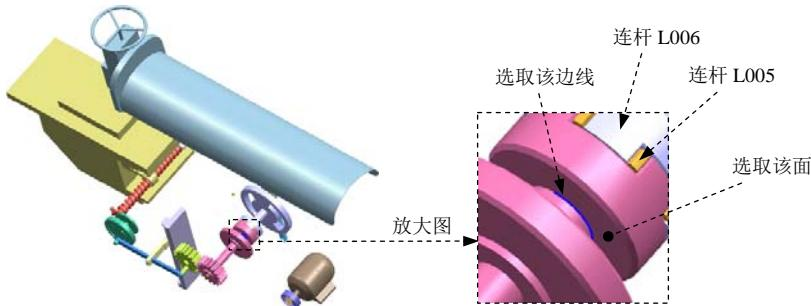

图 10.9.12 定义旋转副（三）和旋转副（四）
(1) 选择连杆。隐藏连杆 L001、连杆 L011，然后选取图 10.9.12 所示的连杆 L005。
(2) 定义原点及矢量。在“运动副”对话框的 **指定原点** 下拉列表中选取“圆弧中心”  选项，在模型中选取图 10.9.12 所示的圆弧为定位原点参照；选取图 10.9.12 所示的面作为矢量参考面。
(3) 单击 **应用** 按钮，完成第三个运动副的添加。
(1) 选择连杆。选取图 10.9.12 所示的连杆 L006。
(3) 单击 **应用** 按钮，完成第四个运动副的添加。